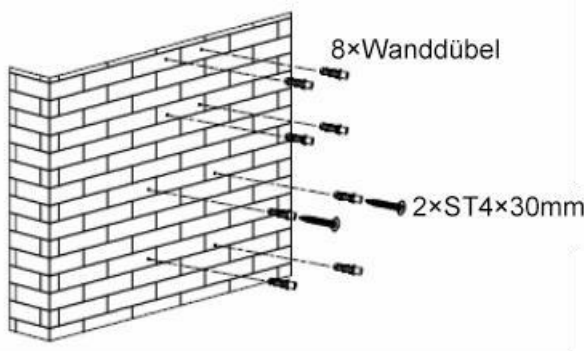

Bild 2
4. När du har bestämt installationshöjden för flätkåpan, borra sex ϕ 8-hål och sätt i pluggar för kåpan, den inre skorstenshållaren och säkerhetshålet i enlighet med kåpans storlek. Fäst sedan två ST4×30 mm fästskruvar i väggen. Se till att flätkåpan är vågrätt inriktad och att det finns ett mellanrum på 2-3 mm mellan skruvarna och väggen där kåpan ska hängas upp. Se bild 2.
- Hitta klämman för anslutningskabeln och koppla bort den. Se bild 2.